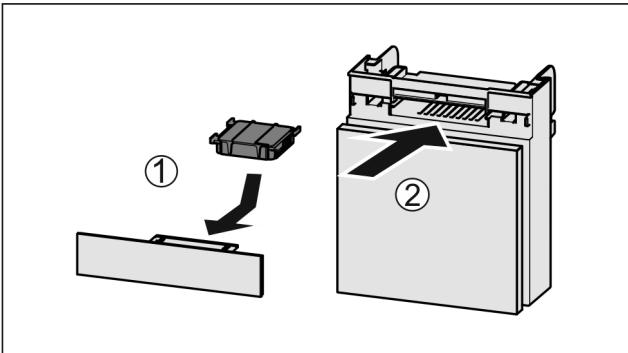

Fig. 132
- Aktivkohlefilter nach Abbildung einsetzen Fig. 132 (1).
► Fach einschieben Fig. 132 (2).